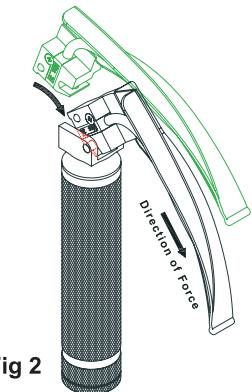

Fig 2
1. Innestare la lama allineando la scanalatura della lama sul perno del gancio del manico e applicare una forza sufficiente di 10N-45N per agganciarla come mostrato in Fig. 2.
Occorrerà sempre provare le lame del laringoscopio e il manico dopo la pulizia / disinfezione / sterilizzazione e prima dell'uso. Per effettuare la prova, collegare la lama del laringoscopio al manico e tirarla finché raggiunge la posizione ON come in Fig. 2. Se l'unità non si accende o in presenza di sfarfallio, controllare la lampada / le batterie e i contatti elettrici. Assicurarsi di disporre di un'adeguata fornitura di lampade, batterie di ricambio e parti di ricambio subito disponibili. Se il problema persiste, si prega di contattare il fornitore.